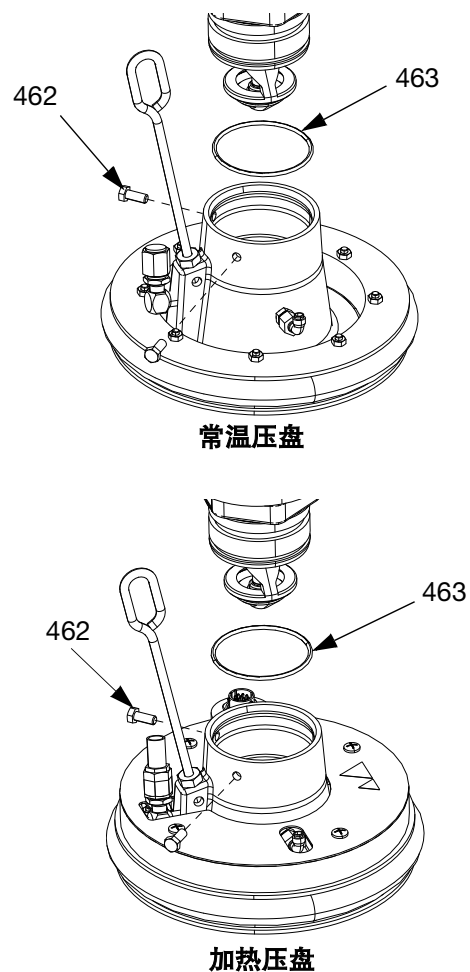

图 44：20 和 30 升安装套件
**注释：** 在使用入口适配器将 20、30 或 60 升压盘安装到泵上之前，先用两套螺丝安装包含在安装套件中的适配器和 O 形圈。参见图 44。
1. 将安装配件中的 O 形圈 (463) 安装到泵入口。拧松泵进料法兰螺丝 (462) 并小心地把泵放低于 O 形圈 (463) 和压盘上。
2. 用螺丝 (462) 将泵的进料法兰固定到压盘上。